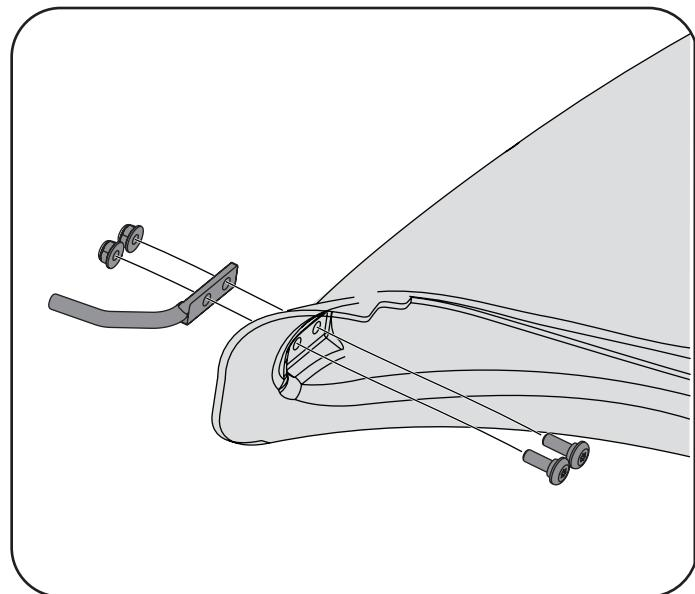

Figure 19
1. Installez le support de tige de montage (747-06043) sur la culotte à l'aide de deux vis à épaulement (738-1225) et de deux écrous de blocage à bride (712-04064) de la trousse de quincaillerie 689-00636. Assurez-vous que les vis à épaulement (738-1225) sont posées à l'intérieur de la culotte. Consultez la Figure 19.